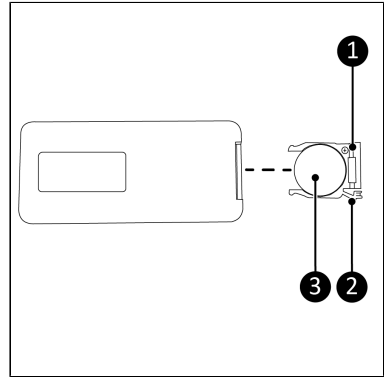

Abbildung 18.
1. Drücken Sie die Lasche (Abbildung 18, Pos. 2) am Batteriefach (Abbildung 18, Pos. 1) und ziehen Sie das Batteriefach aus der Fernbedienung heraus.
2. Entfernen Sie die alte Batterie (Abbildung 18, Pos. 3) aus dem Batteriefach.